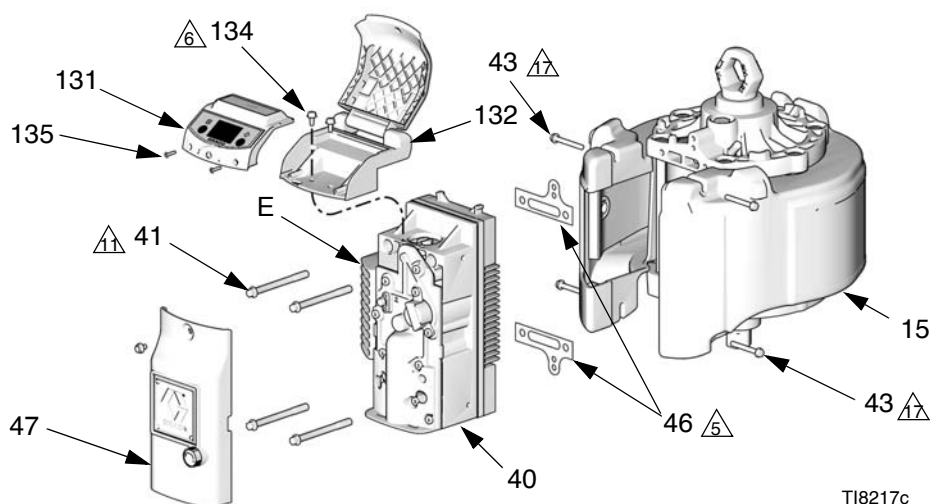

Рис. 9. Удалите воздушный клапан (Модель, показана с DataTrak Модулем)
4. См. Рис. 9 Снимите наружную крышку клапана (47).
- a. **DataTrak Модели:** Удалите два винта (135). Осторожно удалите DataTrak модуль (131), см. страницу 14. Отсоедините кабели разносного соленоида и датчика от платы модуля. Выкрутите два винта (134) и осторожно сдвиньте корпус (132) с воздушного клапана.